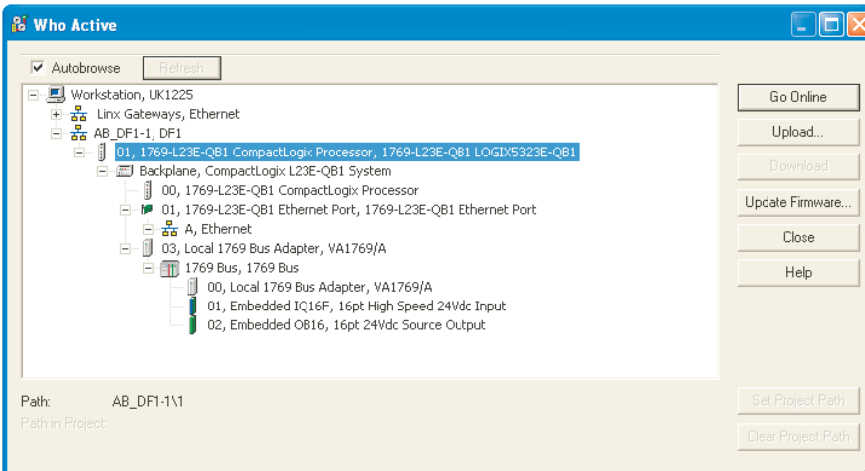

Abbildung 4.3.21f Who active Fenster
1. Wählen Sie das entsprechende Gerät (Abbildung 4.3.21f) und klicken Sie auf „Update Firmware“. Wählen Sie im „Choose Firmware Revision“ Fenster die neueste Version. Klicken Sie auf „Update“.